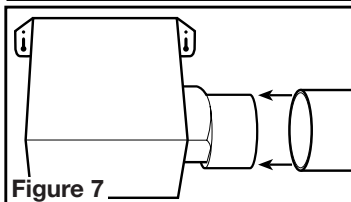

Figure 7
- Connect the ducting to the fan's duct collar (**Figure 7**). Secure in place using tape or screw clamp. Always duct the fan to the outside through a wall or roof cap.
- Raccorder le conduit au collet de conduit du ventilateur (**Figure 7**). Fixer en place à l'aide de ruban ou de serre-joint. Toujours évacuer le ventilateur vers l'extérieur au travers de chapeau mural ou de toit.